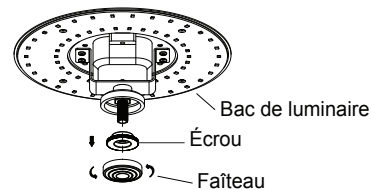

Fig. 18
**Étape 1.** Retirez le faîteau et l'écrou de la tige filetée du luminaire. (Fig. 18)